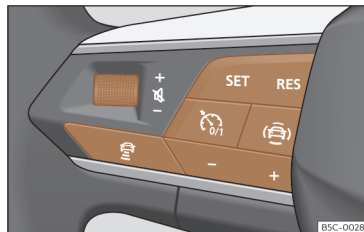

Fig. 110 Sur le volant multifonction : bouton de commande de l'ACC.
- Appuyez sur la touche  du volant multifonction >>> **fig. 110**.
- Pour commencer le réglage, appuyez sur la touche **SET** >>> **fig. 110**.
Pour programmer la vitesse, appuyez sur les boutons + ou - >>> **fig. 110** jusqu'à la vitesse souhaitée. Le réglage de la vitesse s'effectue par intervalles de 10 km/h (5 mph).
- Appuyez sur la touche puis sur la touche + ou - >>> **fig. 110**.
- Appuyez brièvement sur la touche >>> **fig. 110** ou sur la pédale de frein.